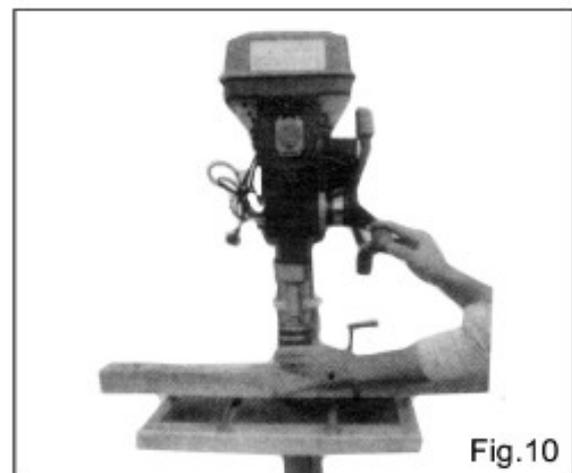

Fig.10
7.3 Плотно установите патрон на оправку. Рис. 10